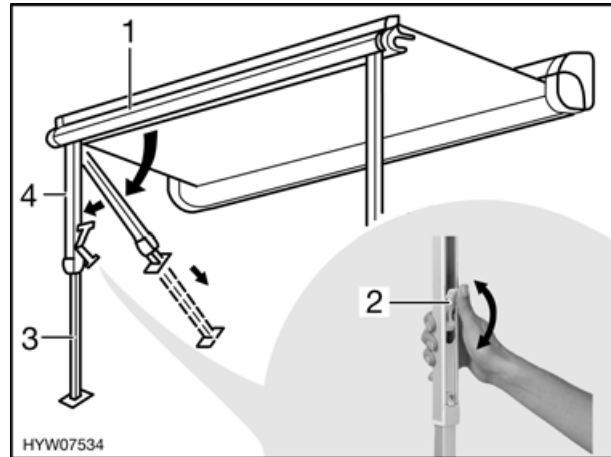

Bild 27 Stützfüße aufstellen
- Die Stützfüße (Bild 27,4) aus der Frontleiste (Bild 27,1) herausklappen und aufstellen.
- Die Verriegelung an den Stützfüßen öffnen. Dazu den Verriegelungshebel (Bild 27,2) nach oben umlegen.
- Den unteren Teil der Stützfüße (Bild 27,3) bis zur gewünschten Länge herausziehen.